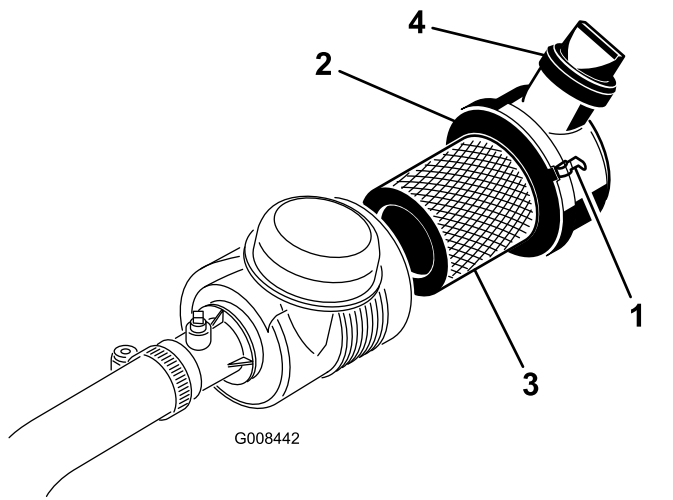

Рисунок 32
1. Отпустите защелки, фиксирующие крышку воздухоочистителя на его корпусе (Рисунок 32).
7. Убедитесь, что защелки надежно фиксируют крышку на корпусе (Рисунок 32).